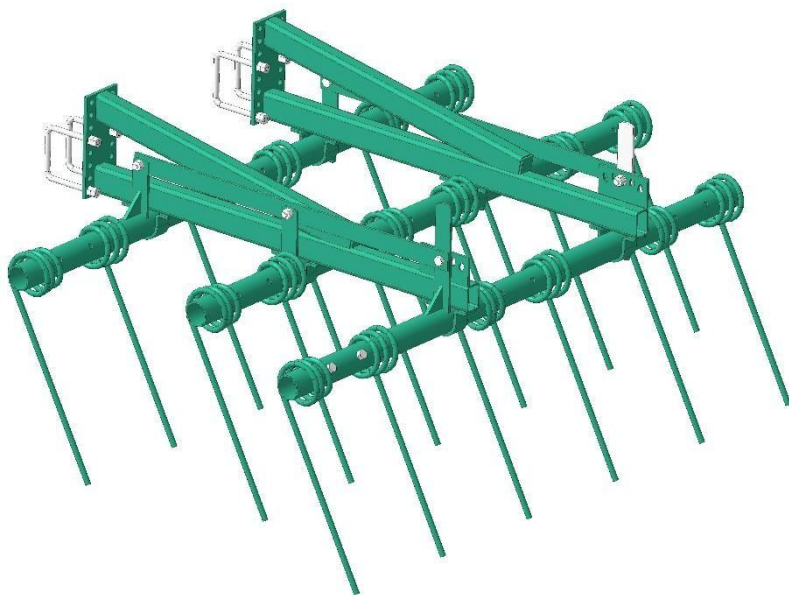

Рисунок 7 – Трёхрядная пружинная борона
- трехрядная сдвоенная пружинная борона (рис.7);